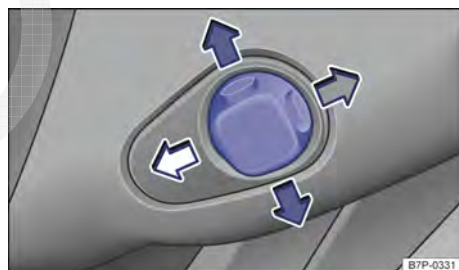

Fig. 66 À esquerda atrás do volante no revestimento da coluna de direção: interruptor do ajuste elétrico da posição do volante.
- Pressionar o interruptor → Fig. 66 na direção correspondente, até que o volante se encontre na posição desejada.
Se o volante eletricamente regulável se mover para a posição correspondente e simultaneamente for acionado o interruptor → Fig. 66, a movimentação do volante parará. Esta nova posição será seguidamente memorizada.